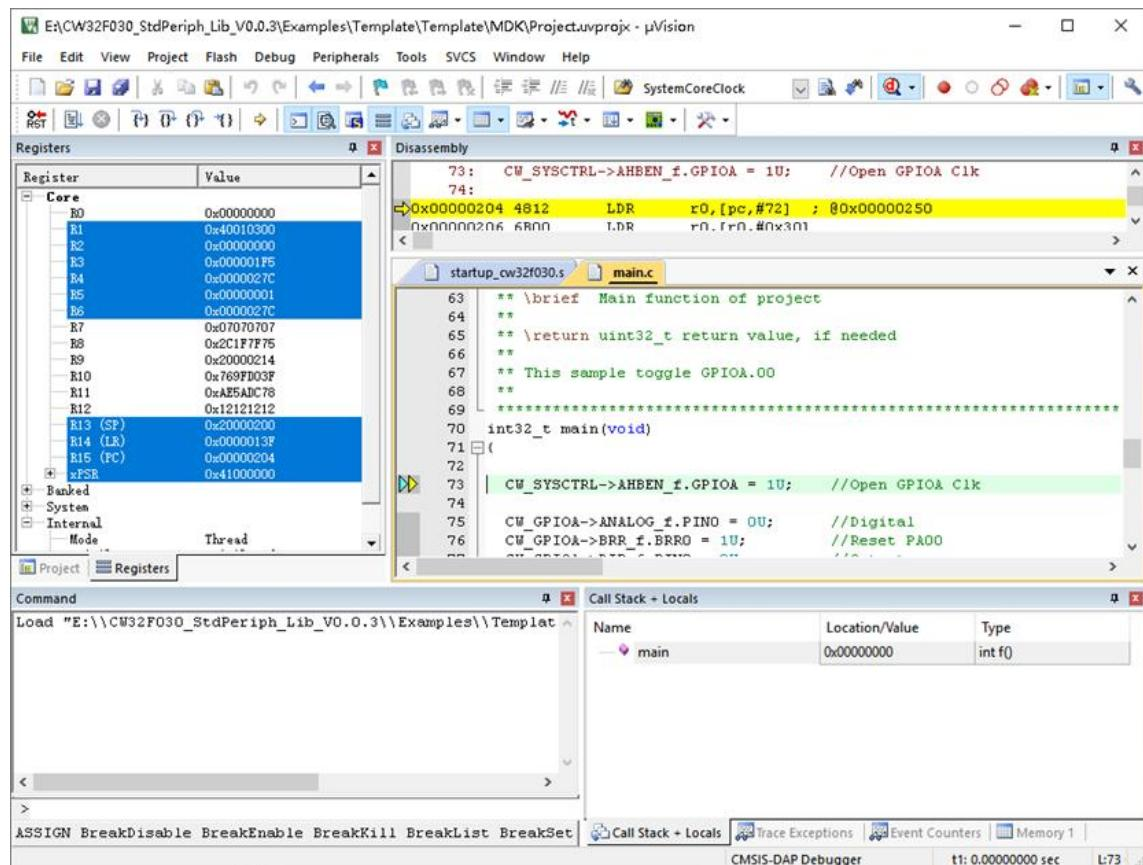

图 2.5.13
(15) MDK-ARM 中的调试器可用于用 C 语言和汇编语言调试源代码，设置断点，以及监控各个变量和代码执行过程中发生的事件，如图 2.5.13：